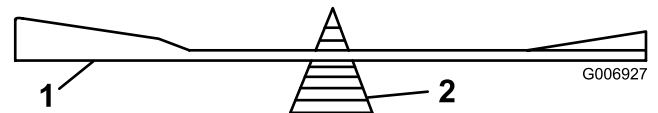

Figura 32
2. Verifique el equilibrio de cada cuchilla colocándola sobre un equilibrador de cuchillas (Figura 32). Si la cuchilla se mantiene horizontal, está equilibrada y puede utilizarse. Si la cuchilla no está equilibrada, afile algo de metal de la parte posterior de la cuchilla. Repita este paso hasta que la cuchilla esté equilibrada.